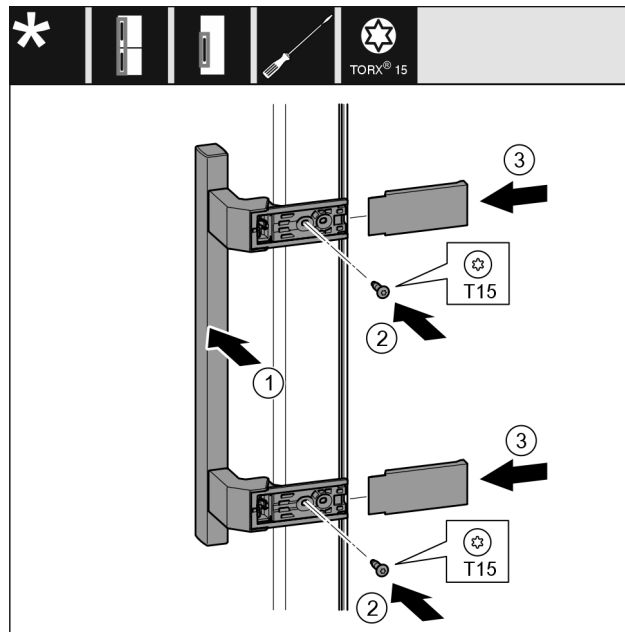

Fig. 22
- ▶ Поставете дръжката Fig. 22 (1) от другата страна.
- ▶ С отвертка затегнете винтовете Fig. 22 (2).
- ▶ Поставете отстрани капците Fig. 22 (3) и ги нахлузете.